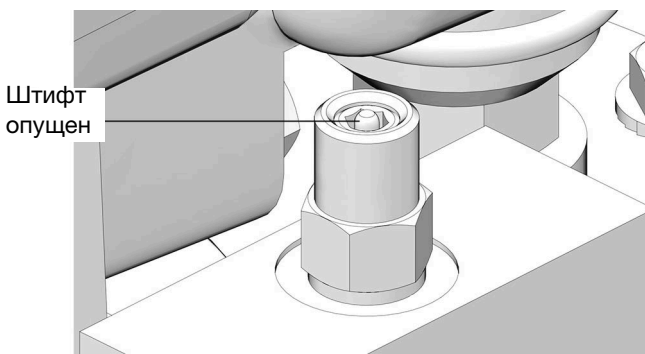

Рис. 5
3. Удостоверьтесь, что штифт устройства защиты от переполнения опустился вниз и находится в исходном положении (Рис. 5).